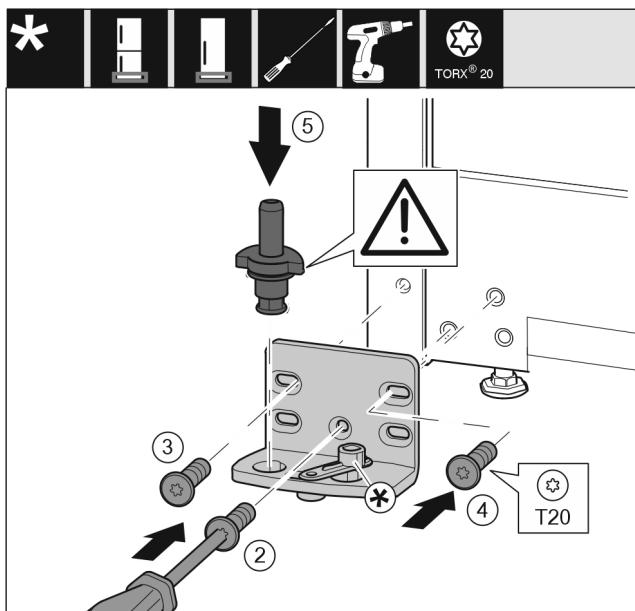

Fig. 17
- ▶ Установите опорный кронштейн с другой стороны и прикрутите с помощью отвертки T20. Начинайте с винта 2 снизу в центре. Fig. 17 (2)
- ▶ Затяните винты 3 и 4. Fig. 17 (3,4)
- ▶ Установите опорный палец в сборе. При этом следите за тем, чтобы выступ фиксатора был направлен назад. Fig. 17 (5)